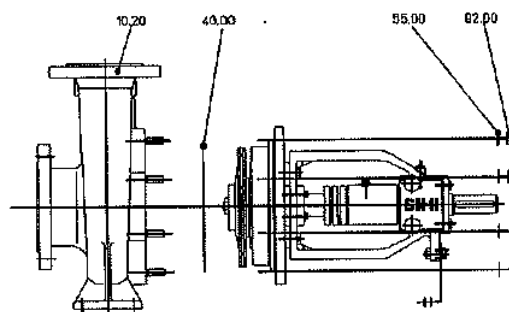

Figura 1
3. Estrarre l'intero rotore dal corpo pompa 10.20 e rimuovere la guarnizione 40.00 (Figura 1).
3. La tenuta del corpo è garantita tramite una speciale guarnizione piana 40.00. Spingere il gruppo supporto/rotore nel corpo pompa come da figura 1. Serrare a 65 Nm
4. Spingere il gruppo supporto/rotore nel corpo pompa come da figura 1. Serrare a 65 Nm